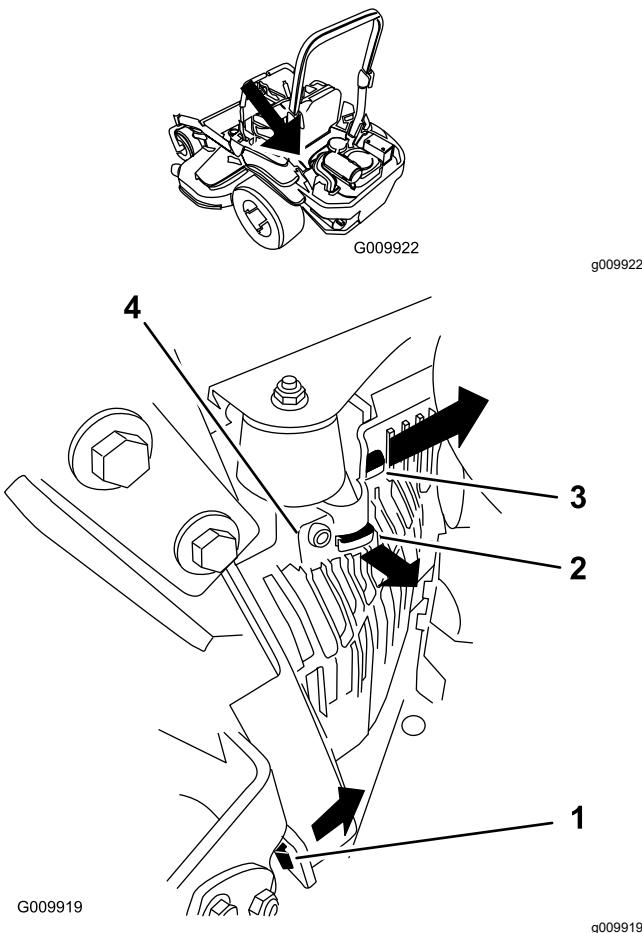

Figura 61
3. Retire la cubierta de la unidad hidráulica izquierda en el orden indicado en Figura 61. Así tendrá acceso a la bujía delantera.
5. Instale la cubierta de la unidad hidráulica izquierda (Figura 61).